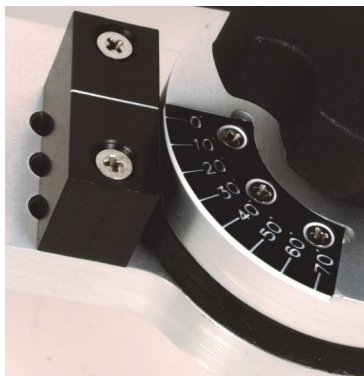

图 2-2 角度标度
2. 使用角度标度设置想要的角度（参见第42页的图 2-2）。